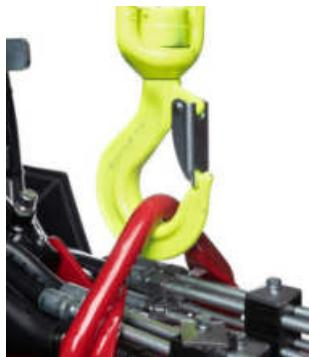

Abbildung 7.4 Hebepunkt
1. Heben Sie den Kran mit Hebegurten oder Ketten mit einer Tragfähigkeit von mindestens 3000 kg. Montieren Sie diese an den Hebepunkten am Ausleger (siehe Abbildung 7.4).